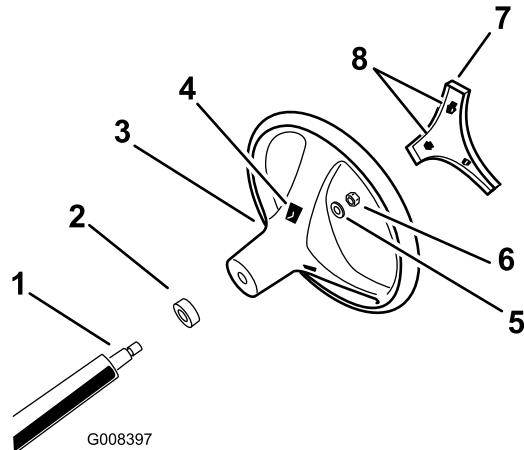

Figura 3
1. A través de los orificios de la parte trasera del volante, suelte las pestañas de retención de la cubierta central y retire la cubierta del volante (Figura 3).
2. Retire la contratuerca y la arandela de la columna de dirección (Figura 3).
3. Alinee el volante con las acanaladuras de la columna de dirección (Figura 3).
4. Monte la arandela y la contratuerca en la rosca de la columna de dirección (Figura 3).
6. Alinee las pestanas de retención de la cubierta central con los orificios del volante, y presione la cubierta sobre el volante hasta que las pestanas de retención encajen en su sitio (Figura 3).